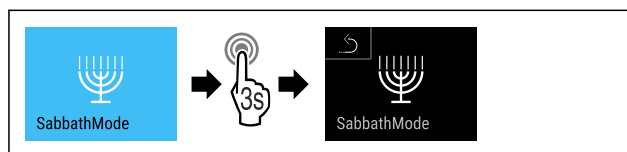

Fig. 16
- ▶ Følg anvisningene (se Fig. 16) .